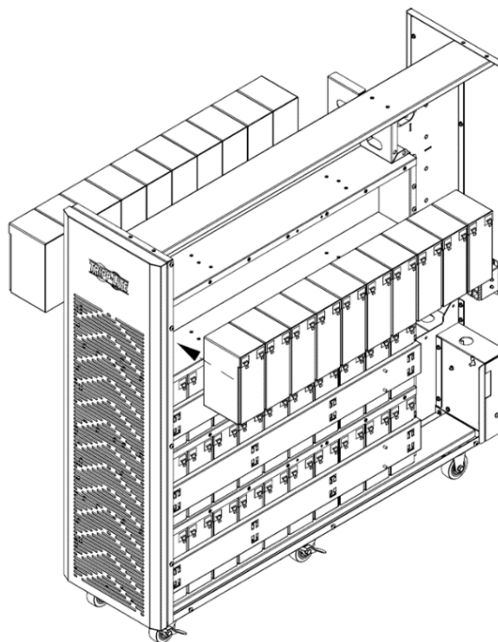

Figura 5-12B
15. Instale otros 10 módulos de baterías en la capa inferior (L4-B, serie negativa del grupo 4). Asegúrese de mantener los lados de las terminales de todas las baterías hacia arriba (Figura 5-12B).